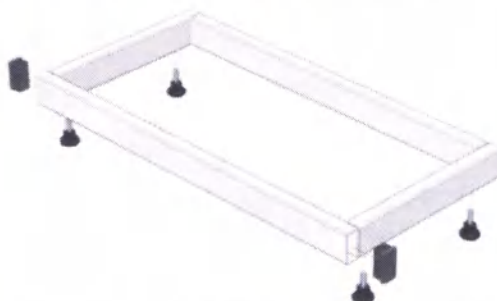

Рис.2-Сборка каркаса: ЛК-400 ШРП-1Н, ЛК-400 ШРП-2Н, ЛК-600 ШРП-1Н, ЛК-600 ШРП-2Н, ЛК-800 ШРП-1Н, ЛК-800 ШРП-2Н;
- [2] • Установить в раму регулируемые опоры (Рис. 2);
- Вставить заглушки 60х30 в раму (Рис. 2).